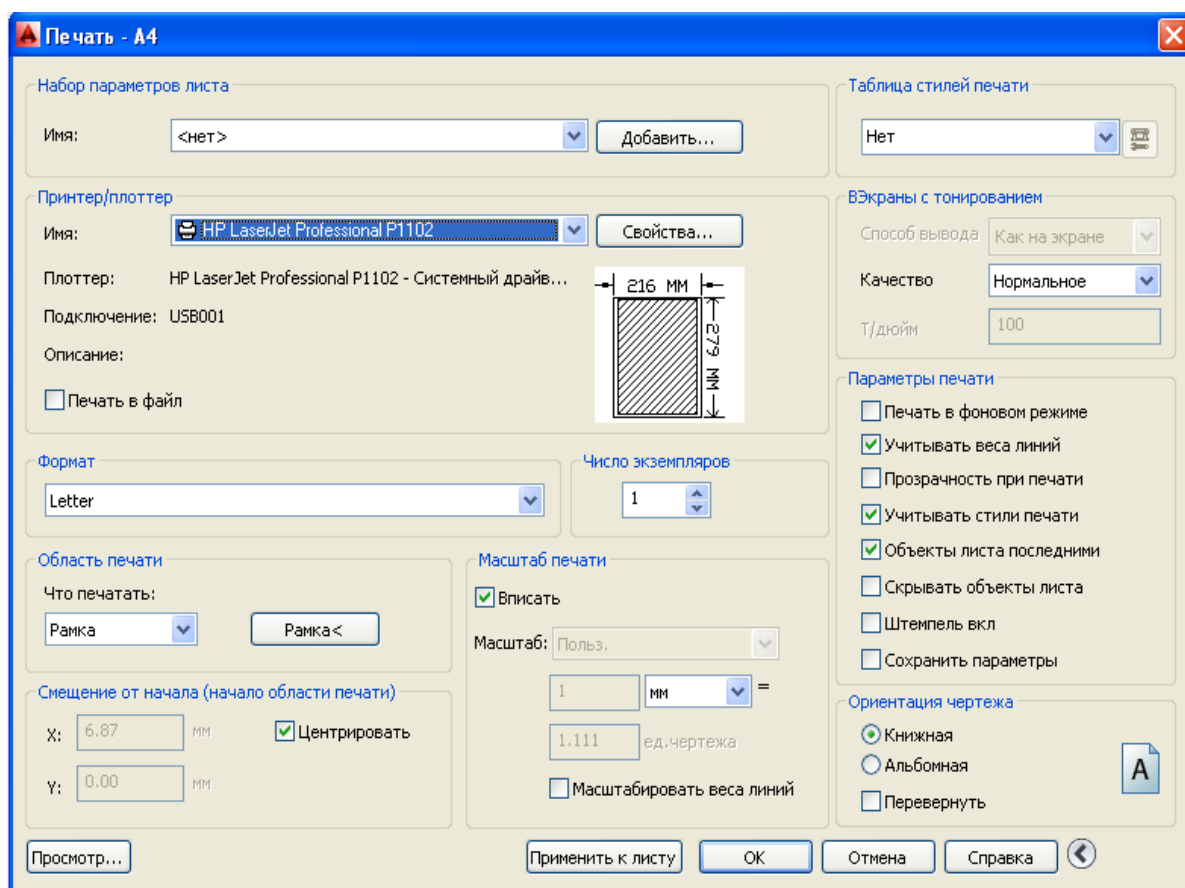

Рис. 87. Окно вывода на печать
2. Развернуть окно печати, щелкнув кнопку со стрелкой в нижнем правом углу окна (рис. 87).